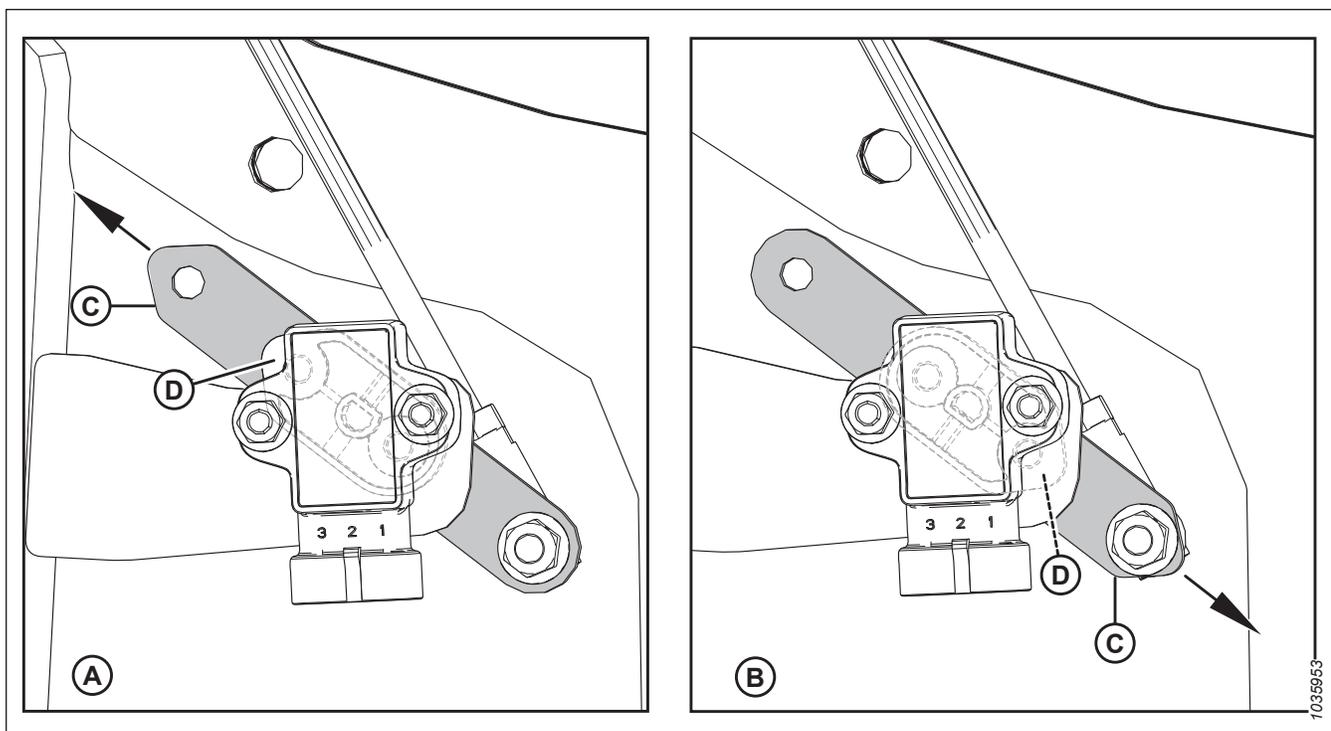

Figure 3.262: Configurations du bras/pointeur du capteur
4. Veillez à ce que le bras (C) et le pointeur (D) du capteur soient configurés correctement pour la plateforme. Pour obtenir des instructions, consultez la figure 3.262, page 200.